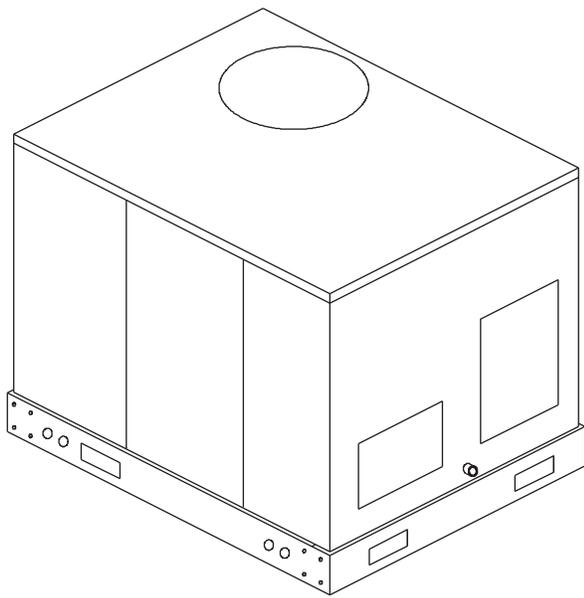

Fig. 1 - Unidad 664A
**General** - Las unidades 664A (Vea la Fig. 1), están completamente autocontenidas, son una combinación de las unidades de refrigeración eléctrica, diseñadas para instalación exterior. Vea las Fig. 2 para las dimensiones de la unidad. Todos los tamaños de las unidades son entregadas de fábrica en configuración horizontal con aperturas inferiores tapadas y aisladas. Las unidades pueden ser instaladas tanto sobre techo, loza de cemento o directamente sobre la tierra (si es permitido por los códigos locales). Vea las Fig. 3 para las dimensiones del Roof Curb.